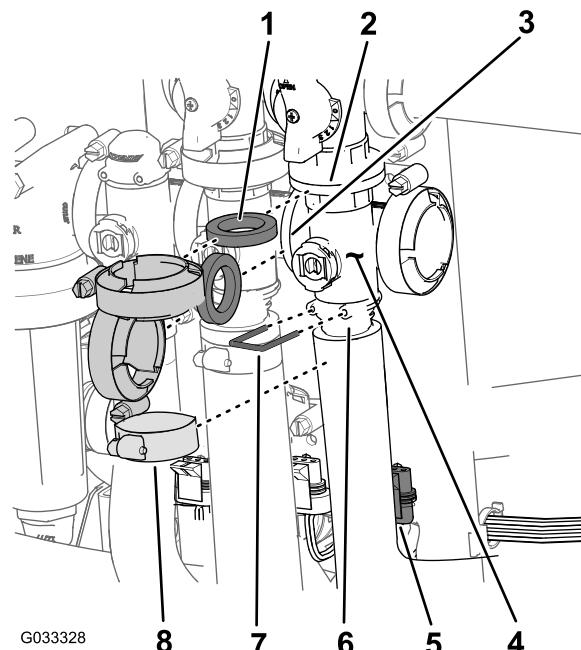

図 66
1. マスター ブーム バルブ用のマニホールド 図 66 をマスター ブーム バイパス バルブ、攣拌 バルブ、マスター ブーム マニホールド バルブ フローメータ用ホースの端部に固定しているクランプとガスケットを外す。
2. マスター ブーム バルブ用のマニホールドに出口フィッティングを固定しているリテーナを外す 図 66。